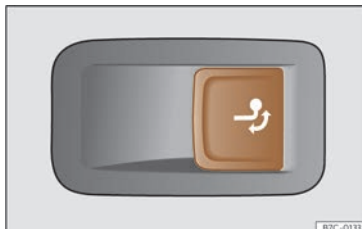

Fig. 191 A la part dreta del maletí: tecla per desbloquejar el ganxo de remolc.
- Estireu la tecla >>> **fig. 191** breument. El ganxo de remolc es desbloqueja elèctricament i es gira automàticament cap a fora. L'indicador de control de la tecla fa pampallugues.
- Estireu la tecla >>> **fig. 191** breument. El ganxo de remolc es desbloqueja elèctricament.
- Si l'indicador de control de la tecla >>> **fig. 191** → fa pampallugues, significa que el ganxo de remolc encara no s'ha encastat correctament o que està malmès >>> ⚠.
- Si l'indicador de control >>> **fig. 191** → roman encès amb la porta posterior oberta, el ganxo de remolc està correctament encastat tant quan està extret com quan està escamotejat.
- No premeu mai la tecla >>> fig. 191 quan hi hagi un remolc enganxat o hi vagi muntat un portaequipatges o altres accessoris sobre el ganxo de remolc.